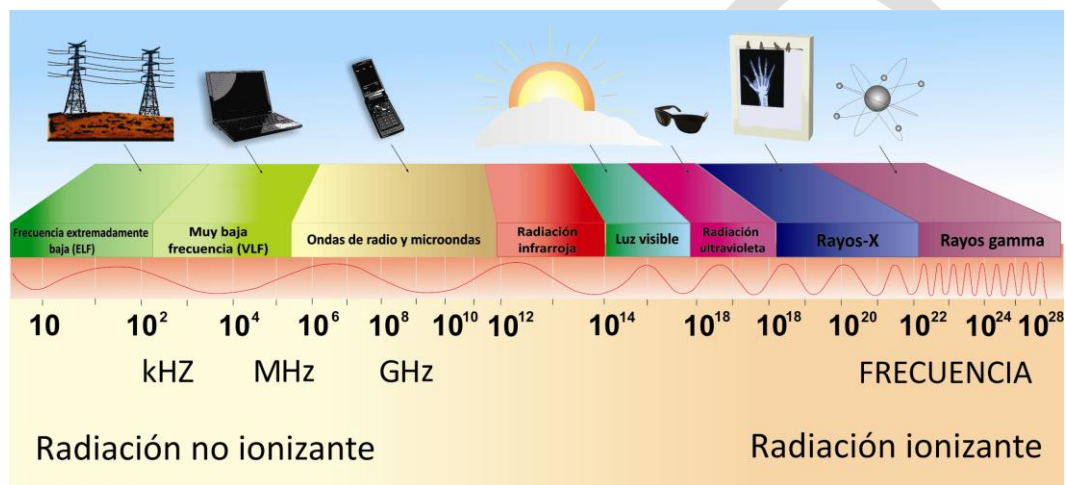

Figura 1. Imagen representativa del espectro electromagnético con sus diferentes frecuencias y largos de ondas.
El espectro electromagnético va de ondas largas (radio) hasta ondas muy cortas (rayos gama). Parte de este espectro se llama radiofrecuencia (RF) y difiere del restante por la capacidad de inducir movimiento de partículas ionizadas. Esta característica es utilizada en transmisión de señales (como radio, televisión) y de ahí viene el nombre radiofrecuencia (Figura 1).